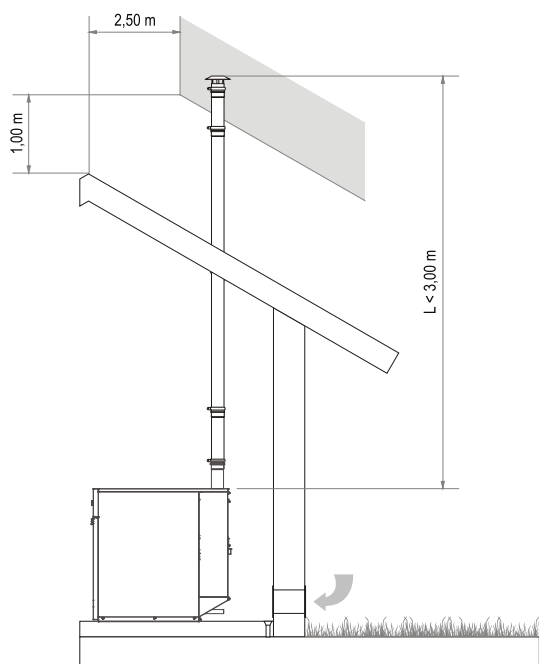
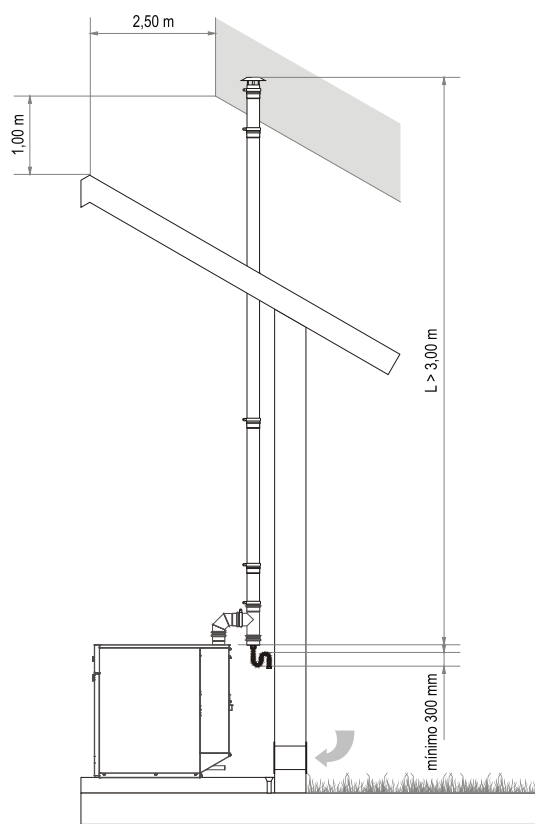

fig.2
fig.3
- Respetar siempre la longitud máxima de evacuación admisible (fig.2 y fig.3).